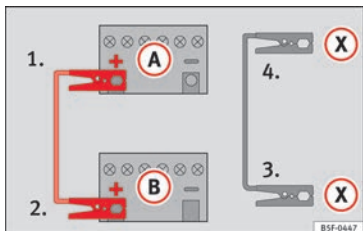

Abb. 78 Anschlusschema für Fahrzeuge mit Start-Stopp-System.
- Bei Fahrzeugen mit Start-Stopp-System: ein Ende des schwarzen Starthilfekabels (X) an einen geeigneten Masseanschluss, ein massives, fest mit dem Motorblock verschraubtes Metallteil oder an den Motorblock selbst anklemmen » » Abb. 78.
5. Klemmen Sie das andere Ende des schwarzen Starthilfekabels (X) im Fahrzeug mit der entladenen Batterie an ein mit dem Motorblock verschraubtes, massives Metallteil oder an den Motorblock selbst, aber so weit wie möglich von der Batterie (A) entfernt an.